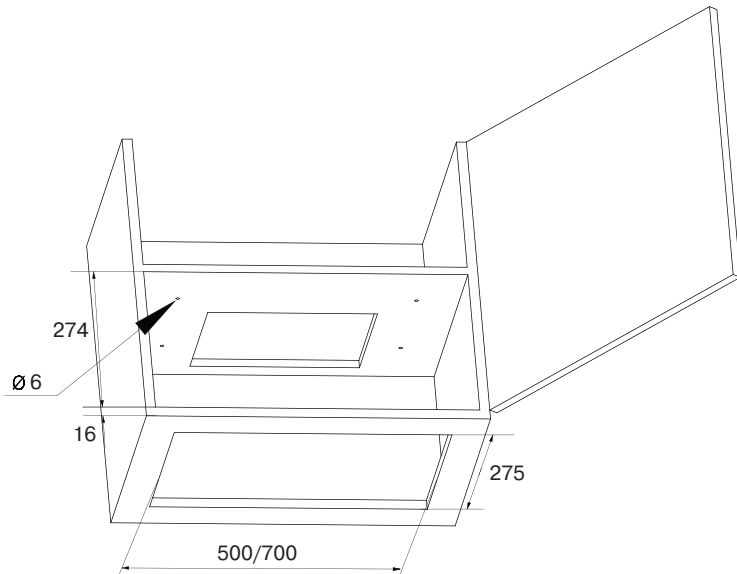

Рис. 9
1. Подвесной шкафчик, в который будет устанавливаться вытяжка, должен быть предварительно подготовлен. В дне шкафчика, в соответствии с размерами вытяжки, необходимо вырезать прямоугольное отверстие (см. Рис. 9). Кроме того, в потолке шкафчика необходимо прорезать отверстие под гибкий воздуховод.